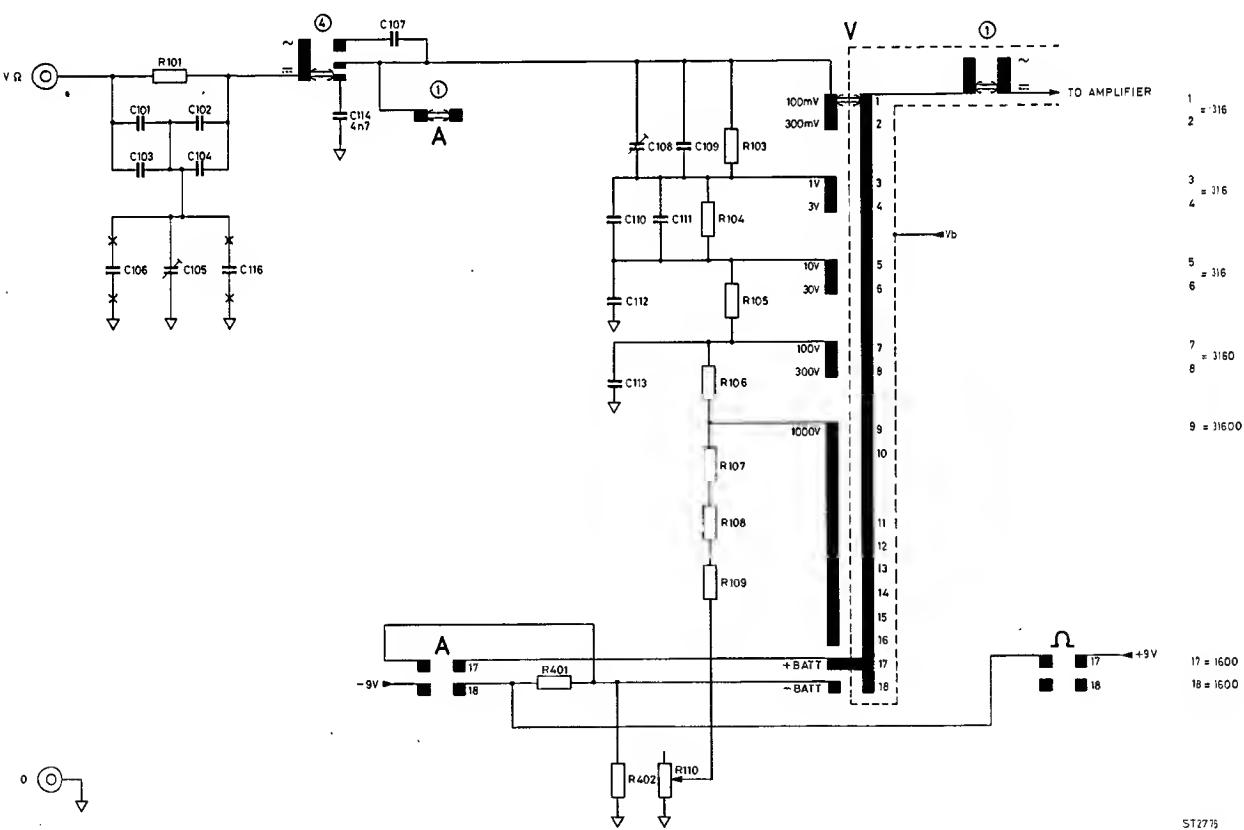

Fig. 9. $V_{\text{---}}, V_{\sim}$, +BATT and -BATT attenuators
4.3.1. $V_{\text{---}}$, V_{\sim} , + BATT and - BATT attenuators (Fig. 9)